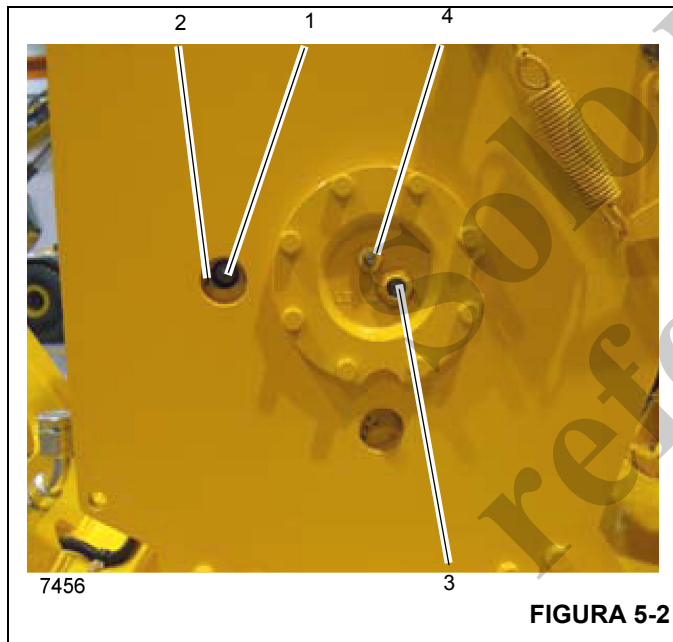

FIGURA 5-2
NOTA: Si no se alinea el tapón de llenado/vaciado (1) con el agujero de acceso superior (2) tal como se ilustra en la (Figura 5-2) antes de revisar el nivel de aceite, se obtendrá una indicación imprecisa.
1. Gire el tambor del malacate hasta que el tapón de llenado/vaciado (1) quede visible por el agujero de acceso superior (2) mostrado en la (Figura 5-2).